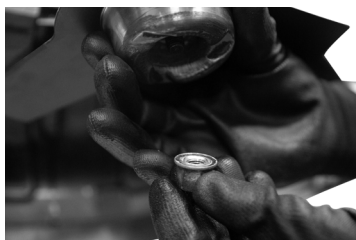

Fig. 9 – Finalizando la montaje de la lámina
- f. Coloque la tuerca (pieza 06), conforme Fig. 9;